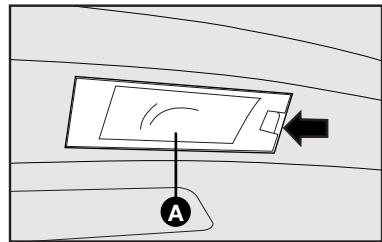

fig. 24
LUZ DE PLACA - **fig. 24 e 25**
- retirar o porta-lâmpadas **A**-**fig. 24** utilizando uma chave de fenda (não fornecida) no ponto indicado pela seta **fig. 24**, cuidando para não arranhar a pintura;